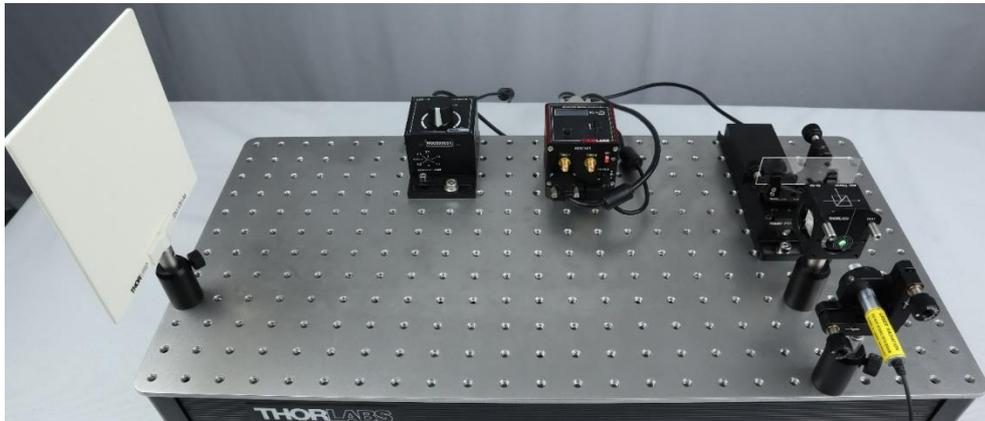

Abbildung 7: Position des Schirms
7. Schrauben Sie den Schirm links hinter den Ausgang des Strahlteilers entlang der 4. Lochreihe an das Ende des Breadboards (s. Abb. 7).